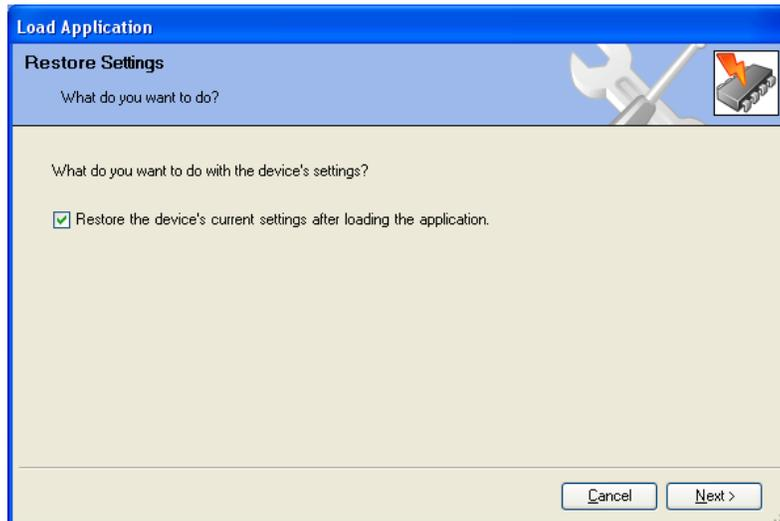

図 5-4. アプリケーションロード画面
8. “Restore the device’s current setting after loading the application”を選択したか確認します。(図 5-4)